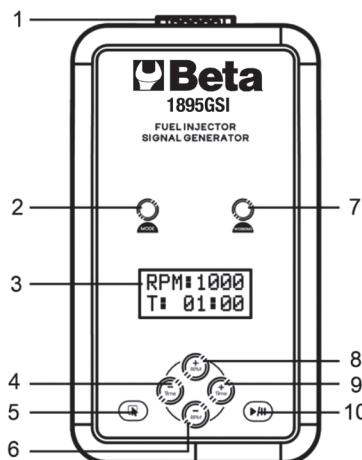

Fig. 1
- Wybrać żądaną symulowaną prędkość obrotową naciskając przyciski „+” (8 rys. 1) i „-” (6 rys. 1).
- Ustawić czas trwania procesu, naciskając przyciski „+” (9 rys. 1) i „-” (4 rys. 1).